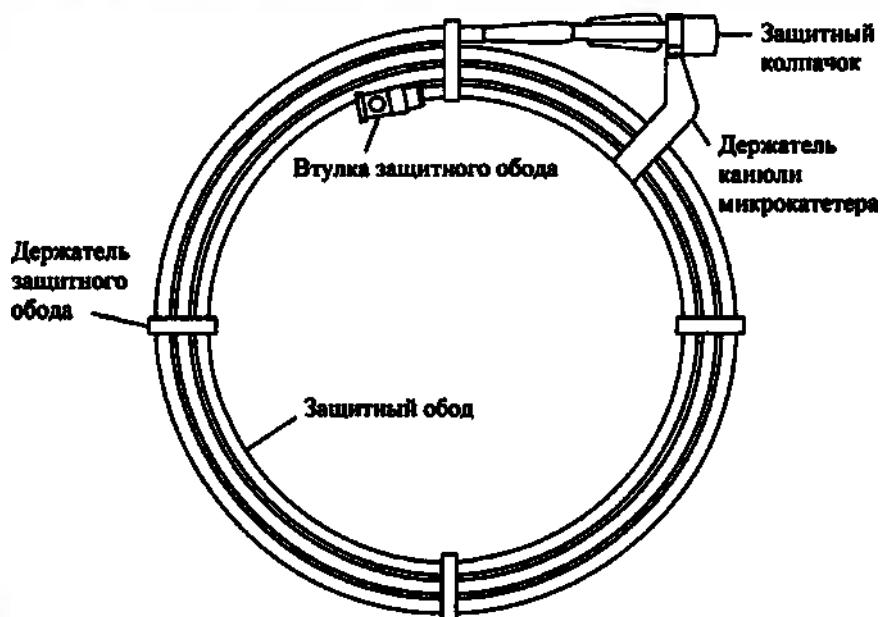
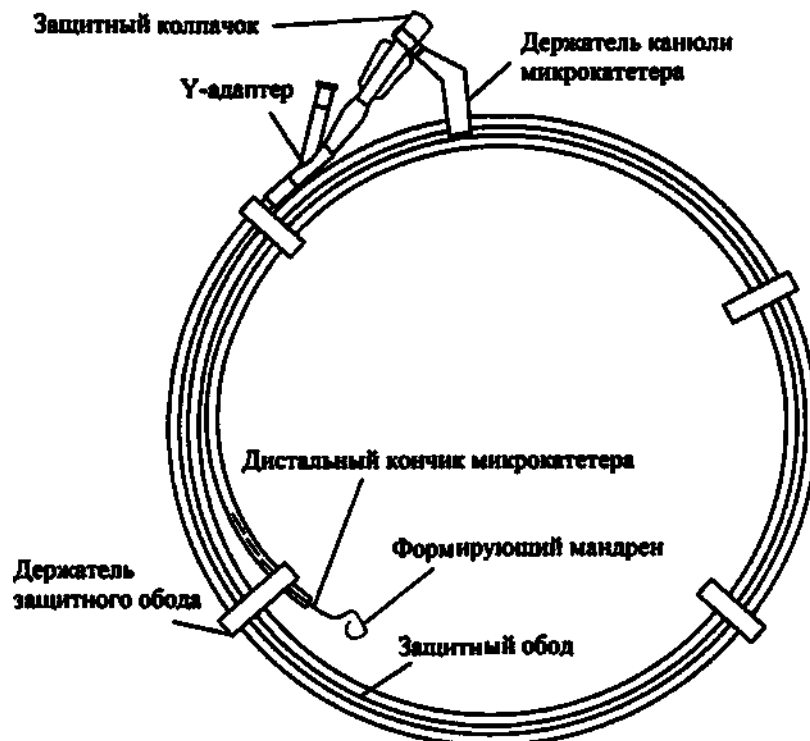

Рисунок 5. Внешний вид микрокатетера в защитном ободе (применимо для микрокатетеров с прямым кончиком)
Рисунок 6. Внешний вид микрокатетера в защитном ободе (применимо для микрокатетеров с изогнутым кончиком и кончиком под углом 45 градусов)
- Промойте защитный обод гепаринизированным физиологическим раствором через втулку защитного обода (для микрокатетеров с прямым кончиком, Рисунок 5), либо Y-адаптер (для микрокатетеров с изогнутым кончиком и кончиком под углом 45 градусов, Рисунок 6) для гидратации внешней поверхности микрокатетера.